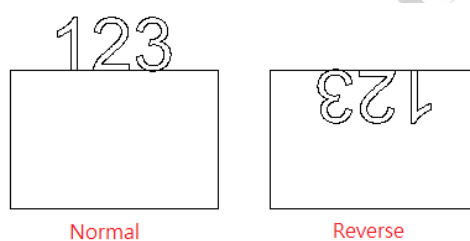

図 3.3.29
**Reverse:** テキストを反転します（図3.3.29参照）。